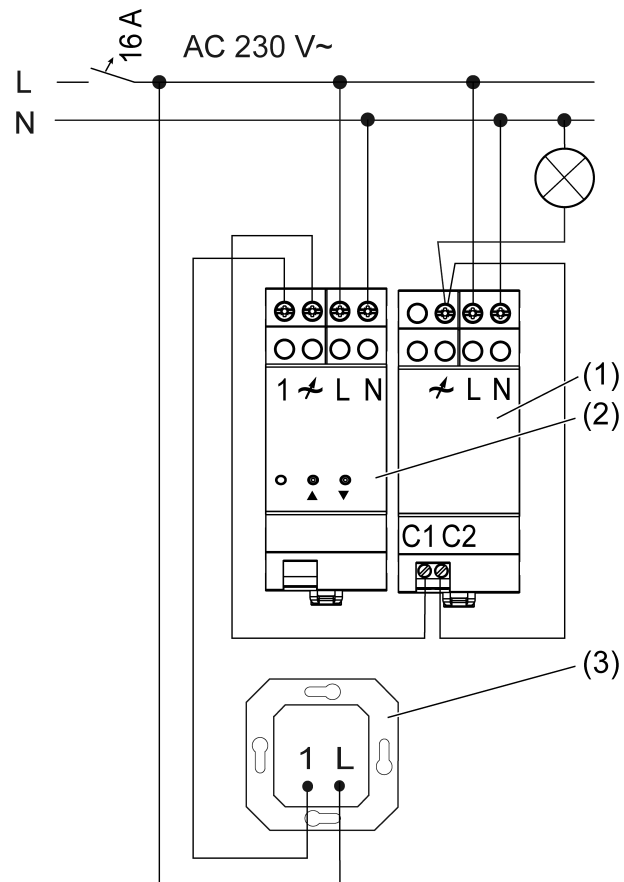
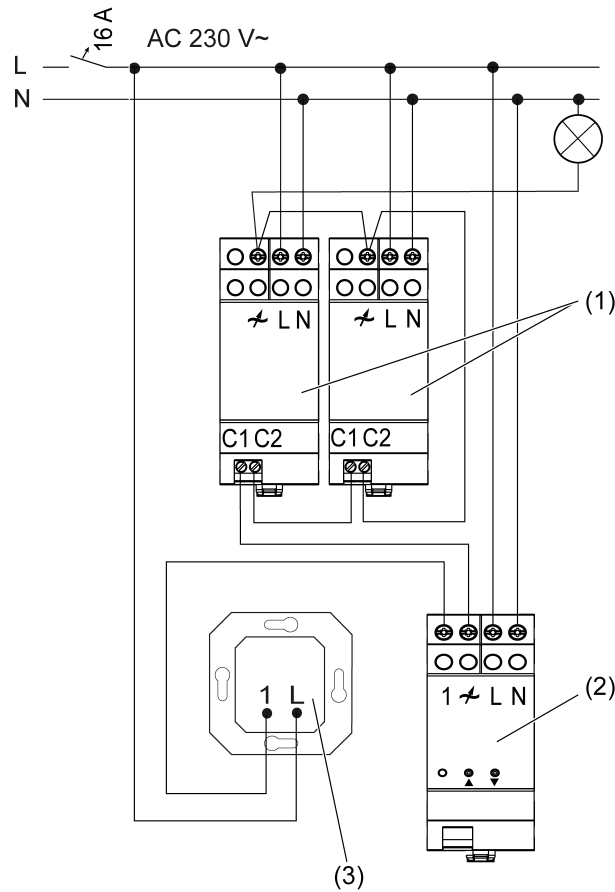

Bild 1: Anslutningsexempel med en effekthöjare
Bild 2: Anslutningsexempel med två effekthöjare
- Knäpp effekthöjaren på DIN-skenan och anslut enligt anslutningsexemplen, dimmer med en effekthöjare (Bild 1), dimmer med flera effekthöjare (Bild 2).